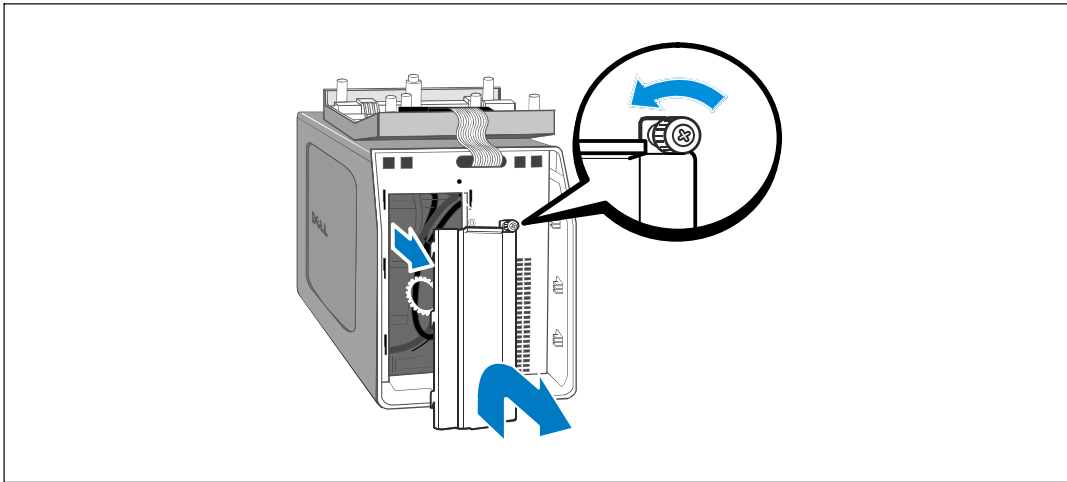

Figura 25. Cómo extraer la cubierta de la batería
- 3 Desatornille el tornillo de apriete manual de la cubierta metálica de la batería y levante para extraer la cubierta (consulte la Figura 25).